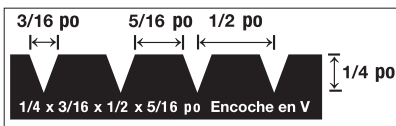

Figure 2
- Truelle de 6 x 13 x 5 mm (1/4 x 1/2 x 3/16 po) (Figure 2)
- Étaler des quantités suffisantes de l'adhésif recommandé à l'aide de la truelle recommandée (Figure 2) sur une zone qui peut être recouverte dans les 30 à 60 minutes (voir les données sur l'adhésif).